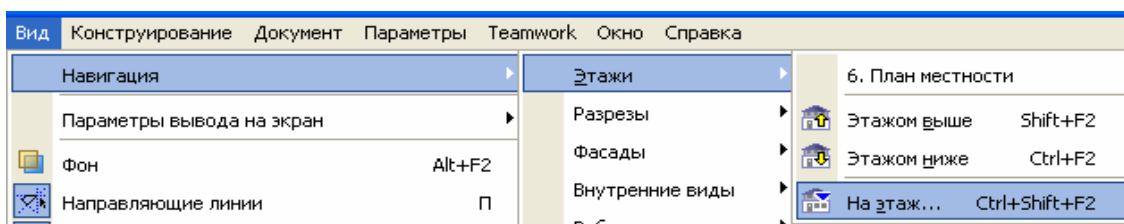

Рис. 11
5. Активируйте подменю **Вид > Навигация > Этажи** и обратите внимание, что оно содержит команды **Этажом выше**, **Этажом ниже** и **На этаж**. Выберите команду **На этаж** (рис. 11).